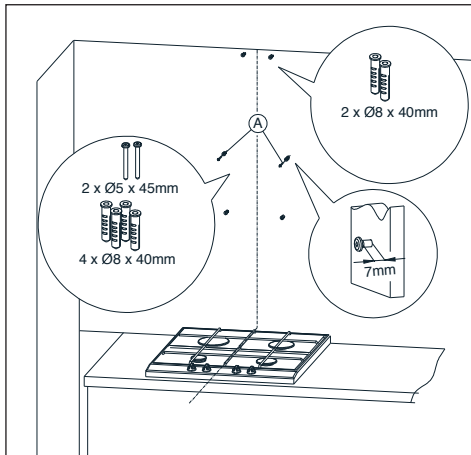

Fig.11 Montaje de los tapones de rosca
2. En las aberturas, inserte los tapones de rosca. En dos aberturas marcadas con un tornillo A también los tornillos (dejando 7 mm de longitud de tornillo fuera del tapón, Fig.11).